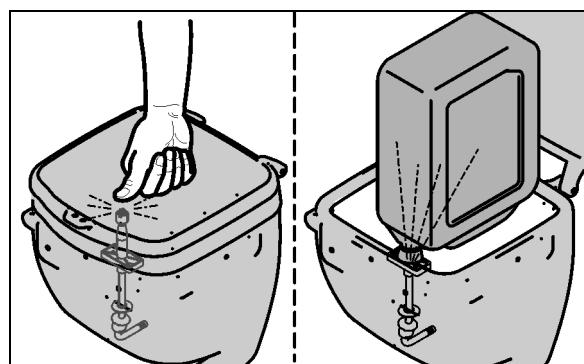

Fig. 64
- capacul rabatabil închis apasă în jos duza de clătire a canistrei (Fig. 64)